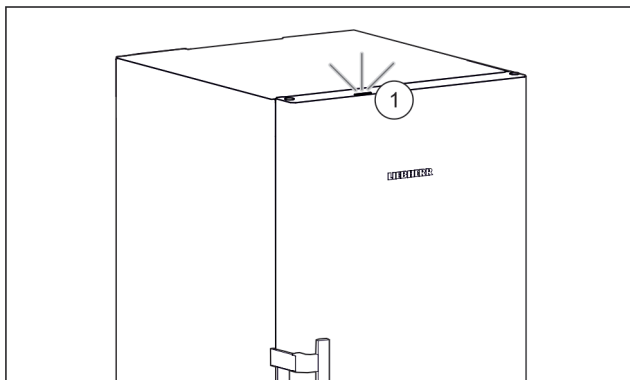

Fig. 51 Spia di stato attiva quando lo sportello è chiuso
- La spia di stato Fig. 51 (1) è attivata.